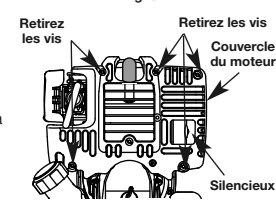

Fig. 33
1. Enlevez les cinq vis (5) du arrière du couvercle du moteur à l'aide d'un tournevis à lame plate ou T-20 Torx (Fig. 33).
5. Déposez le couvercle du moteur (Fig. 33 & 34).